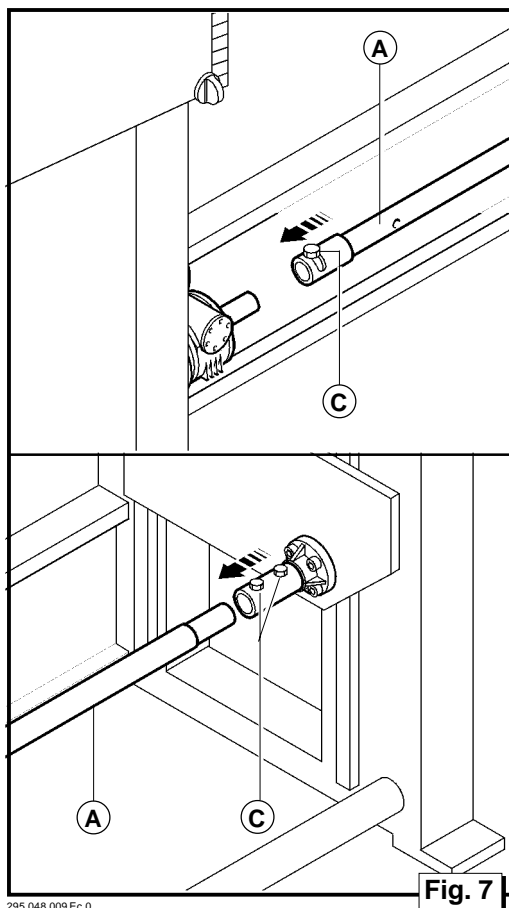

Fig. 7
- Montare la barra di trasmissione **A** (fig. 7) infilandola nel perno del motoriduttore e poi nel perno del pignone sulla fiancata destra. Per effettuare tale operazione è necessario portare i carrelli di movimentazione del piano (Dx - Sx) alla stessa altezza.
- Assemble the driving bar **A** (fig. 7) by inserting it into the pivot of the geared motor and then into the pivot of the pinion on the right hand side frame. In order to carry out such an operation, it is necessary to drive the handling trucks of the plan (R.H - L.H.) at the same height.